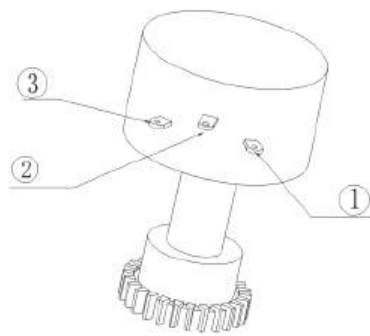

Рисунок 15
10.3 Регулировка потенциометра (Рисунок 15)